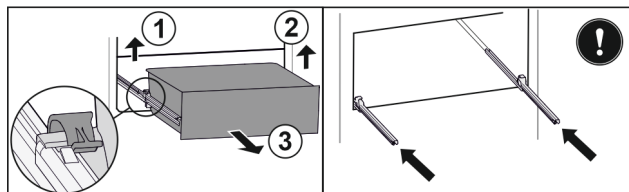

Fig. 88
- ▶ Levante la brida izquierda y, simultáneamente, tire de la parte izquierda del cajón hacia delante. Fig. 88 (1)
- ▶ Levante la brida derecha y, simultáneamente, tire de la parte derecha del cajón hacia delante. Fig. 88 (2)
- ▶ Extraiga el cajón hacia delante. Fig. 88 (3)